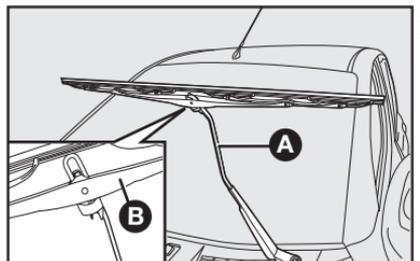

fig. 19
Sustitución de las escobillas del limpiaparabrisas - fig. 19
- 2) Presione la escobilla **B-fig. 19** y empújela la hacia abajo soltándola del brazo **A**.